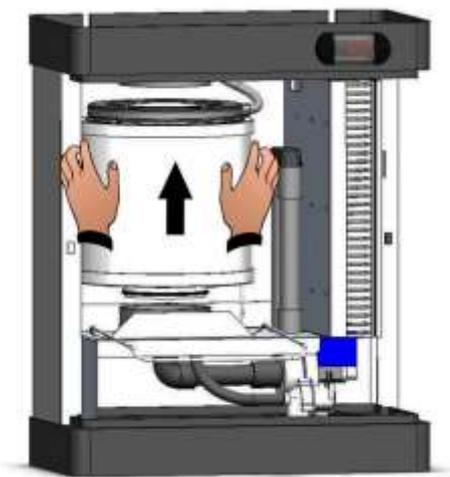
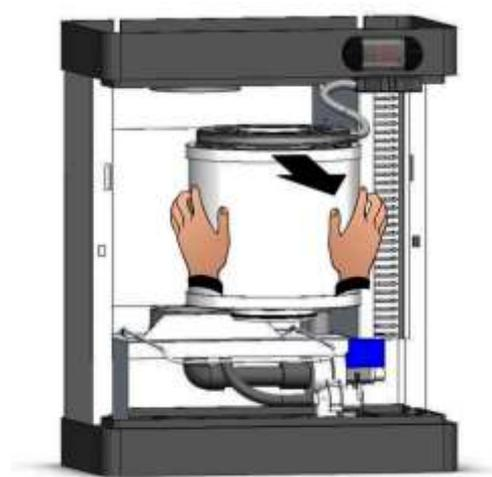

Fig. 33
Fig. 34
6. Extrayez le cylindre de la bride inférieure en tirant vers le haut (Fig. 33) et retirez de l'humidificateur (fig. 34).